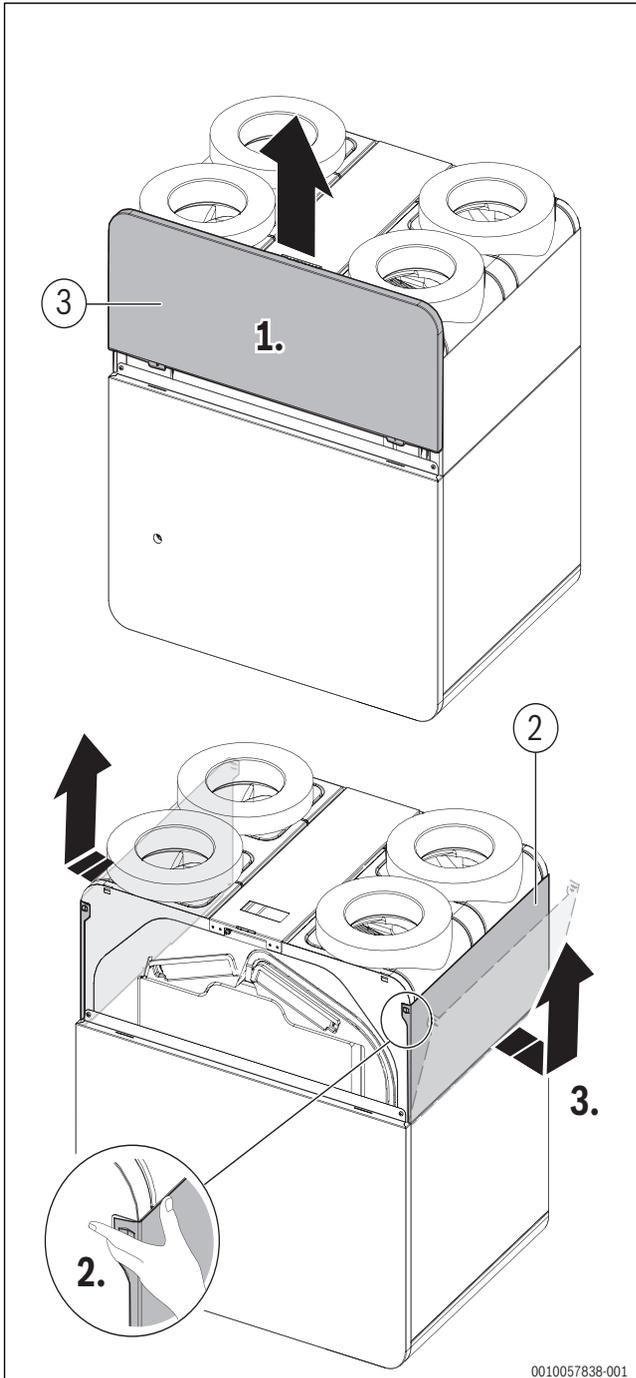
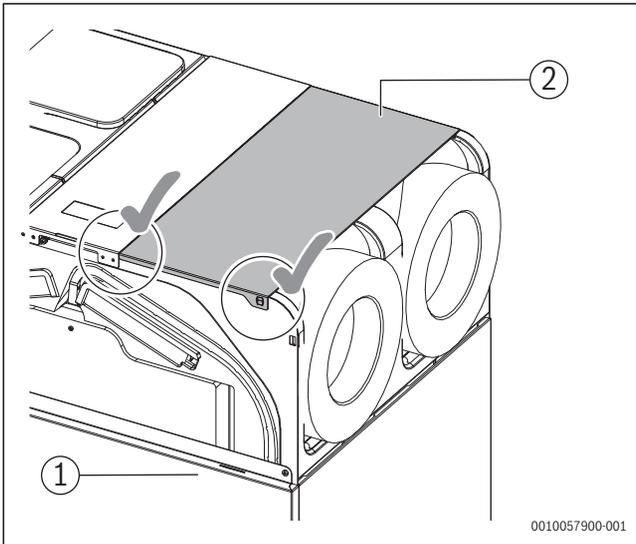
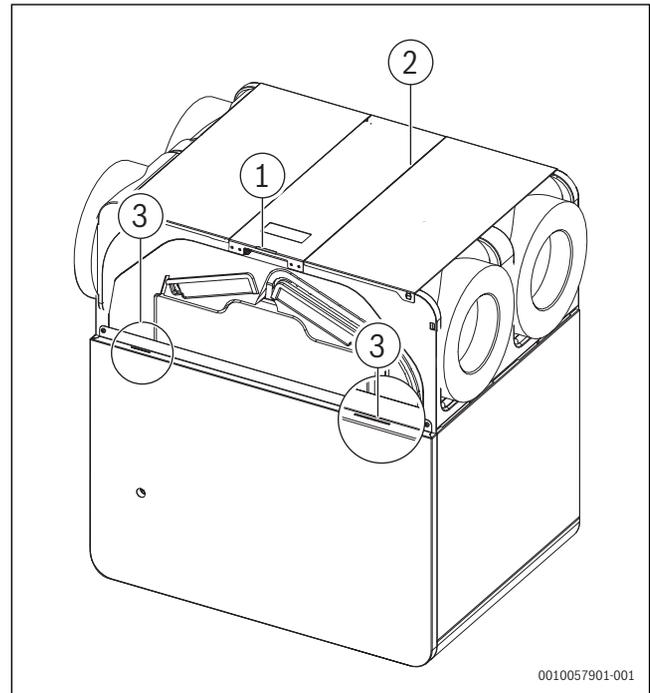

Bild 19 Umbau Anschlussstutzen - Bleche
Bild 22 Finaler Zustand - Anschlussstutzen seitlich
Bild 23 Aussparungen für Laschen der Abdeckblende Filter
- Designblende (→ Bild 22, [2]) von oben auf die Oberseite des Geräts montieren. Hierzu die Designblende ca. im 45°-Winkel ansetzen, in die Aussparung am Mittelsteg (→ Bild 23, [2]) einfädeln und nach unten klappen.
- Abdeckblende Filter (→ Bild 19, [3]) wieder montieren. Hierzu erst an den beiden unteren Laschen (→ Bild 23, [3]) ansetzen und anschließend die obere Lasche (→ Bild 23, [1]) einfädeln.